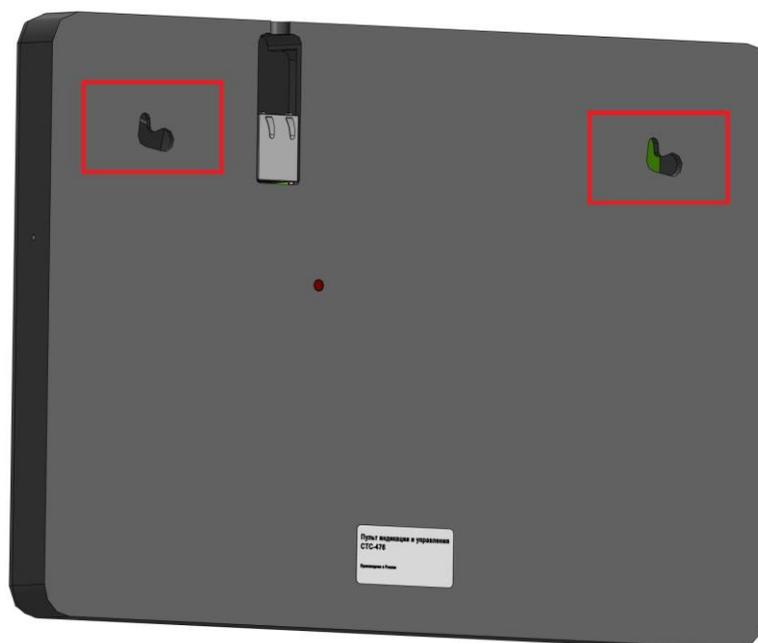

Рисунок 2.2 – Монтажные отверстия изделия
2) Установку изделия STS-476М осуществлять через специальные монтажные отверстия, расположенные на задней поверхности корпуса (рисунок 2.2)